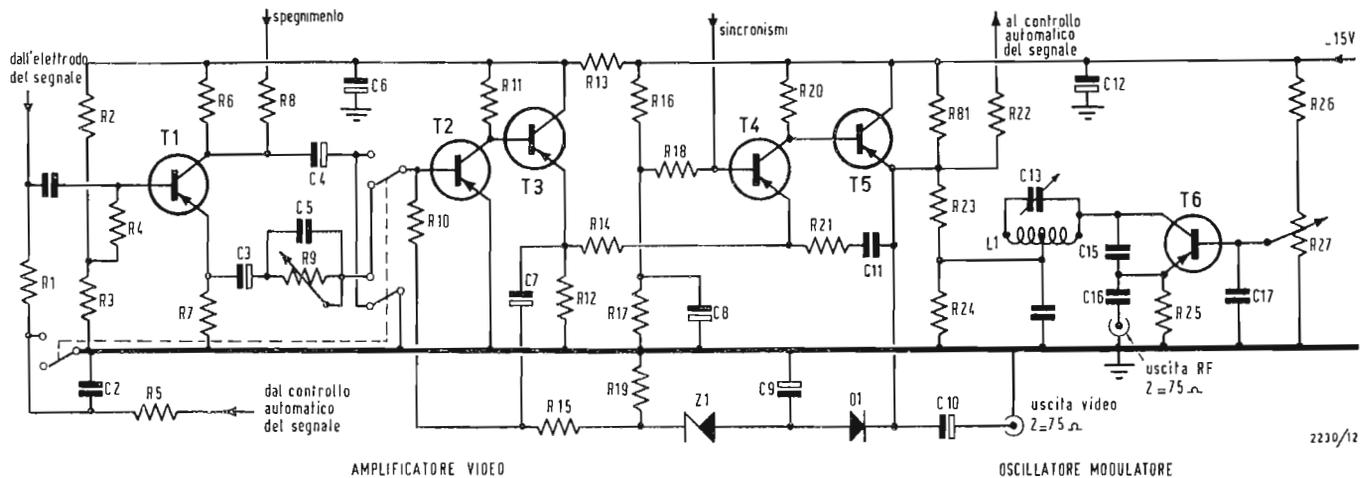

Fig. 1 - Schema elettrico dell'amplificatore video.
a) *Unità N. 1* (fig. 1) comprendente l'amplificatore video e l'oscillatore modulato.
In fig. 1 è riportato lo schema elettrico dell'amplificatore video completo e della sezione RF: l'uscita di quest'ultima può essere applicata ai morsetti di antenna di un televisore. Compito dello amplificatore video è quello di amplificare la corrente del segnale ($0,4 \mu\text{A}$ per il massimo bianco) proveniente dal vidicon in modo che all'uscita dell'amplificatore si abbia un segnale video, con ampiezza di 1 V, che può essere applicato con polarità positiva per il bianco ai monitori mediante un cavo coassiale con impedenza caratteristica di 75Ω . Questo segnale, sommato agli impulsi di sincronismo negativi, forma agli estremi dei 75Ω un segnale standard con livello di $1,4 V_{pp}$. L'impedenza d'ingresso del segnale video per le basse frequenze è formata da un circuito in parallelo formato dal resistore d'ingresso R_i di $47 \text{ k}\Omega$ e dalla componente resistiva dell'impedenza d'ingresso effettiva dei transistor T_1 ; essa ammonta a circa $25 \text{ k}\Omega$.
Oltre a ciò, la stabilità dei transistor da T_2 a T_5 è completamente assicurata dal valore elevato della reazione in tensione continua. Il segnale video è accoppiato in c.c. dall'emettitore di T_5 all'unità di controllo automatico del segnale, mediante il transistor T_{22} (fig. 3). La tensione di controllo derivata da questo viene passata dopo essere stata « spianata » nel filtro R_5, C_2 (fig. 1), all'elettrodo del segnale del vidicon attraverso il resistore R_1 .